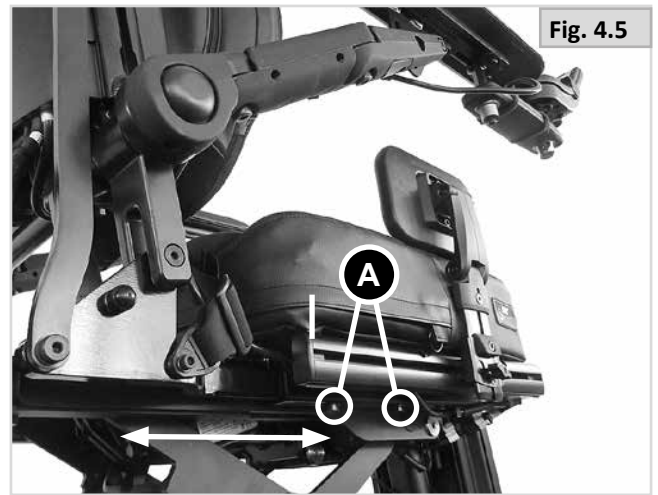

Fig. 4.5
- Além disso, ajuste simultaneamente a ligação do apoio para o braço que corresponde ao furo marcador (B na Fig. 4.5).